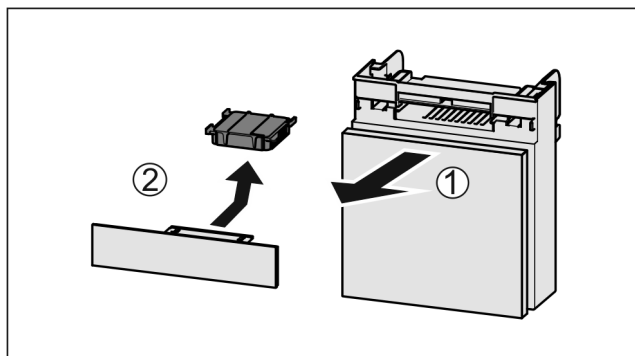

Fig. 181
- Pretinac izvucite Fig. 181 (1) prema naprijed.
- Izvadite filter s aktivnim ugljenom Fig. 181 (2).